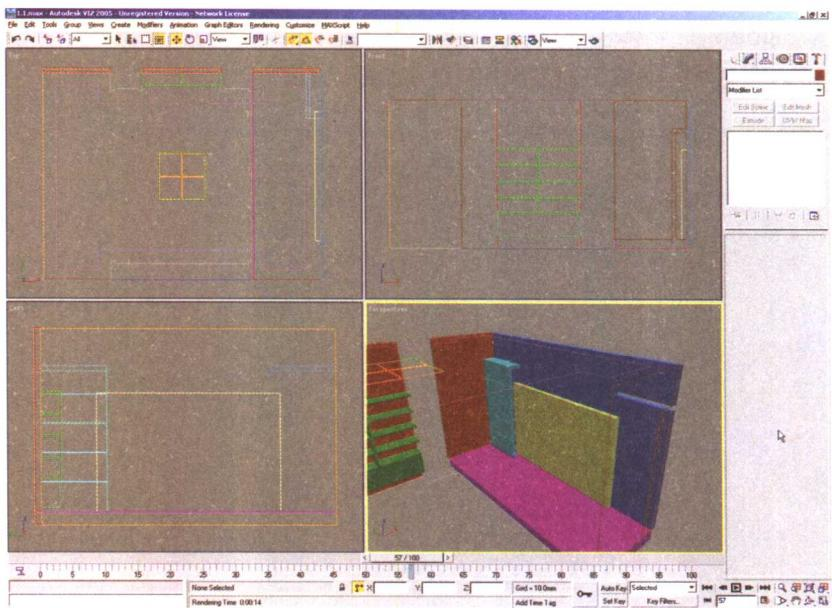

图 1-18 拉伸 zhanqiang.01 线形
(19) 单击 **Exit Isolation Mode** 按钮，退出隔离选择模式。选择 wall02.01 线形，用 **Extrude** 命令进行拉伸，设置其拉伸值为 -100mm。
(20) 选择 zhanqiang.01 线形，用 **Extrude** 命令进行拉伸，设置其拉伸值为 100mm，完成后效果如图 1-18 所示。